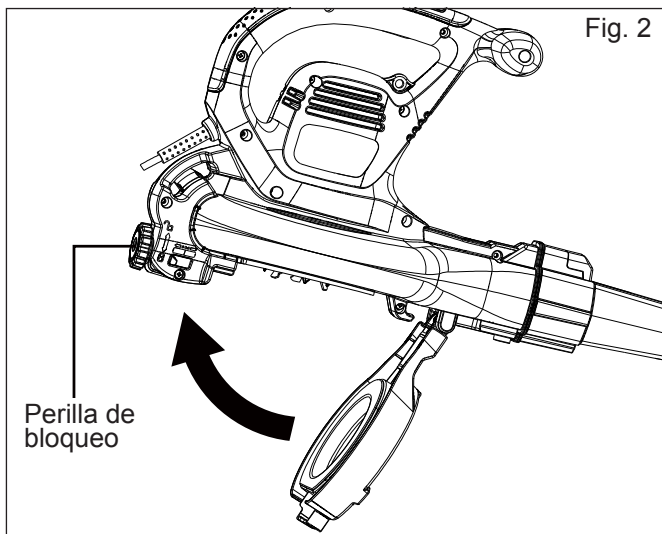

Fig. 2
3. Antes de utilizar la función de soplado, gire la perilla de bloqueo para bloquear la cubierta (el indicador estará en la posición de extrema derecha, Fig. 2).